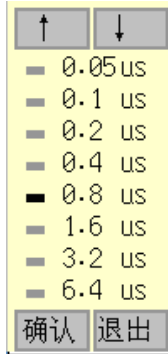

图 7.5 采样周期选择
- 7、采样周期：每两个采样点之间的时间间隔，按**确认**键弹出图 7.5 所示的选择界面，共分为 8 档：0.05us、0.1us、0.2us、0.4us、